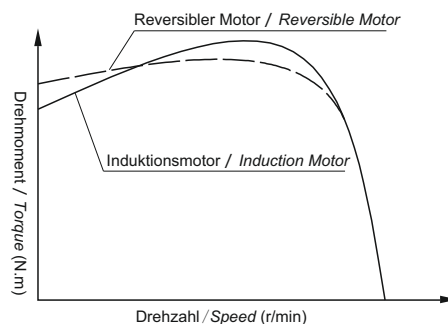

Bild 2 / Fig.2
- ① **Reibungslast hinzufügen, um die momentanen reversiblen Eigenschaften zu verbessern.**
- ② **Überlauf verringern.**
- ③ **Halte das Drehmoment in irgendeiner Weise. (Etwa 10% des Nenndrehmoments)**
3. **Der reversierbare Motor wird wie der Induktionsmotor vom Kondensator gestartet und hat die gleiche Drehmomentcharakteristik wie der Induktionsmotor. Der reversible Motor ist jedoch mit einem höheren Startdrehmoment ausgelegt, um die momentanen Umkehrmerkmale zu erhöhen. Bitte überprüfen Sie Bild 2. Davon betroffen steigt der Eingangsverlust und der Temperaturanstieg ist höher als der des Induktionsmotors, daher beträgt das Zeitkontingent 30 Minuten.**
*The reversible motor, like induction motor, is started by the capacitor and has a same torque characteristic with the induction motor. But the reversible Motor is designed with a higher starting torque to increase the instant reversal features. Pls check Fig. 2.*